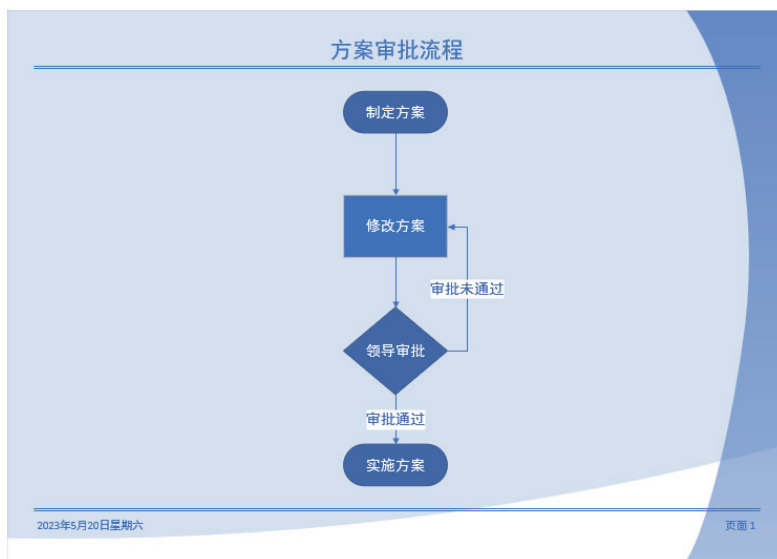

图 1-37 对图表的位置进行调整
(7) 在绘图页的下方单击“页 -1”，切换到前景页，按 Ctrl+A 组合键选中整个图表，然后调整它的位置，如图 1-37 所示。